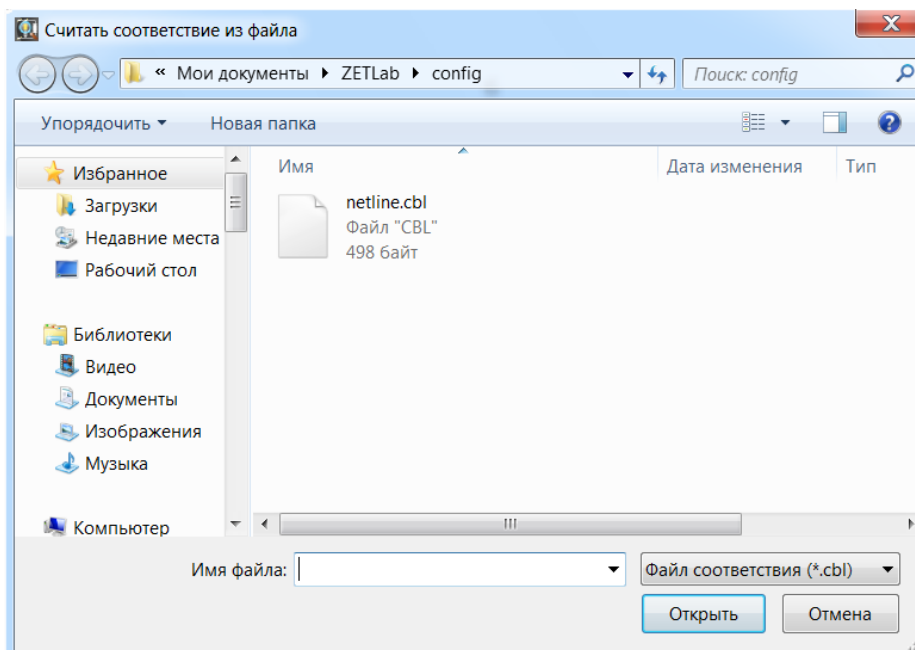

Рисунок 5.9
- нажатие на кнопку «Загрузить» позволяет загрузить созданный ранее файл (Рисунок 5.9). Для этого в окне «Считать соответствие из файла» необходимо выбрать файл (наведением курсора «мыши» на необходимый файл и выделением его одним нажатием левой кнопки «мыши») и нажать на кнопку «Открыть»;